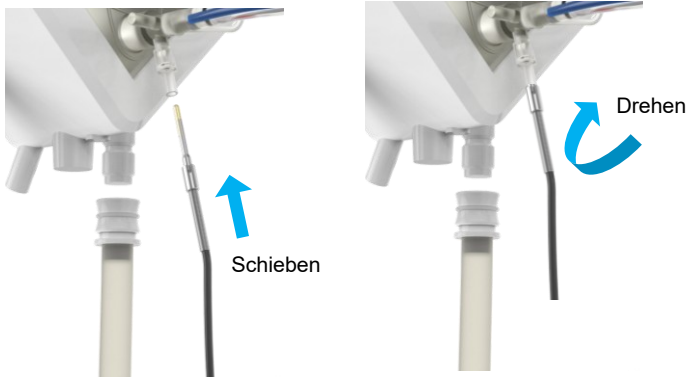

Abbildung 15 Anschluss des Temperatursensors an den Oxygenator
- Schließen Sie das Thermoschlauchsystem an die Oxygenatoren an (Abbildung 14, Abbildung 15), indem Sie die Wasseranschlüsse verwenden (Abbildung 7, Element Wasseranschluss). Jeder Oxygenator hat zwei Anschlüsse für das Thermoschlauchsystem und jeder Anschluss kann für den Eingang oder Ausgang verwendet werden. Vergewissern Sie sich, dass ein Schlauch an den Eingang und einer an den Ausgang angeschlossen ist (siehe Abbildung 7).
- Schließen Sie den roten HA T1-Sensor an den Ausgang des HA-Oxygenators und den roten PV T1-Sensor an den Ausgang des PV-Oxygenators an (Abbildung 15).